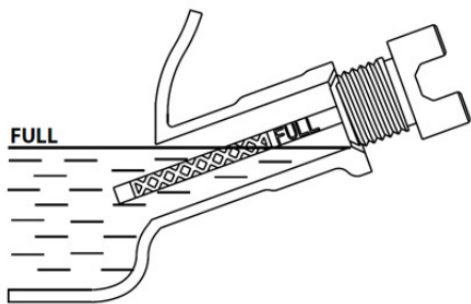

Рисунок 2-8.
6. Щоб перевірити рівень, вийміть воронку та вставте щуп у горловину. Див. Рисунок 2-8.
7. Вийміть щуп і перевірте, щоб рівень оливи знаходився в межах безпечного діапазону (див. рис. 2-8).